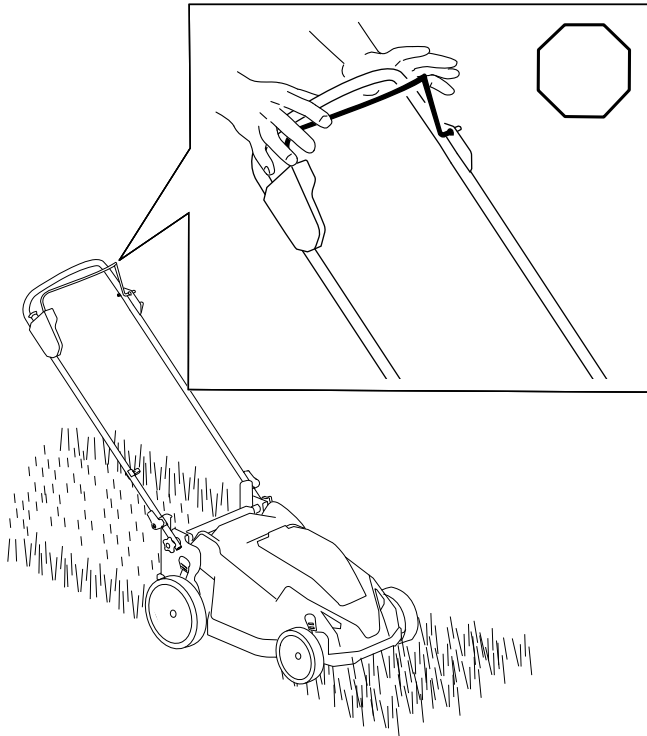

Figura 19
1. Suelte la barra de control de las cuchillas (Figura 19, A).